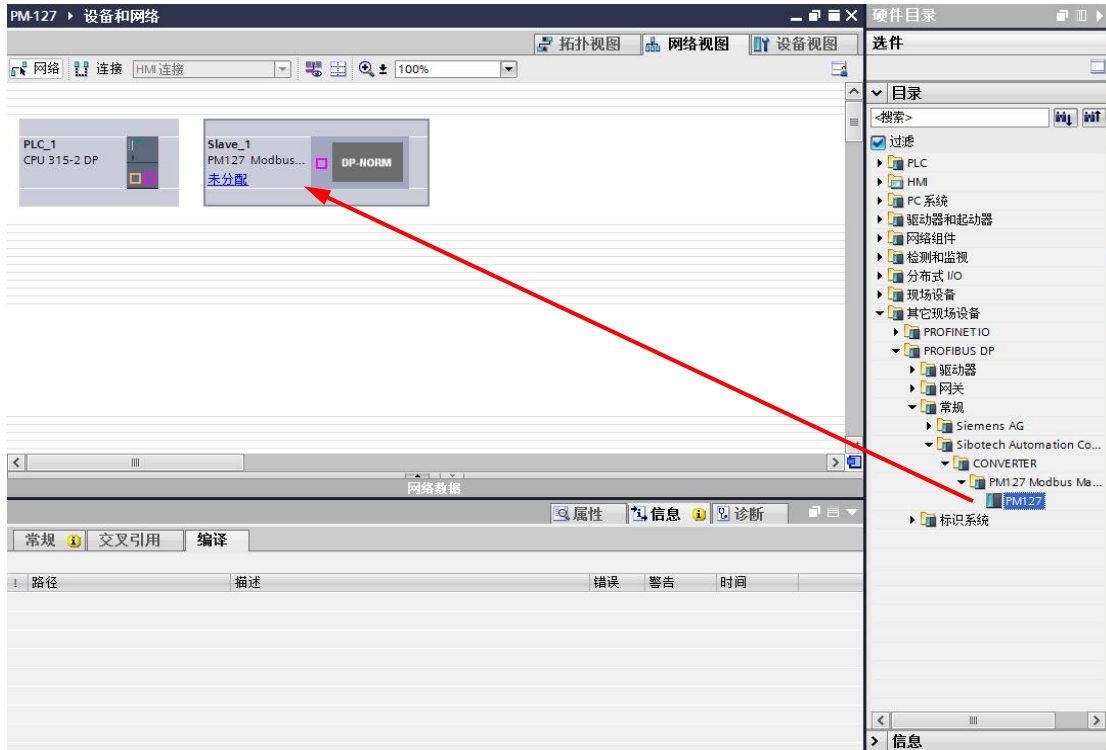

图 16 添加 PM-127
3.4 在右侧目录窗口中添加 PM-127 网关，选择 其他现场设备 > PROFIBUS DP > 常规 > Sibotech Automation Co.,Ltd > CONVERTER > PM127 Modbus Master V5.0 > PM127 双击或拖动添加 PM-127，如图 16 所示：